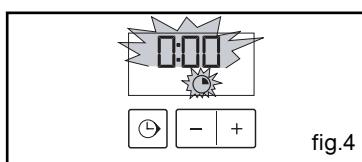

fig.4
- o indicador de duração de cozedura e 0:00 piscam (fig.4).